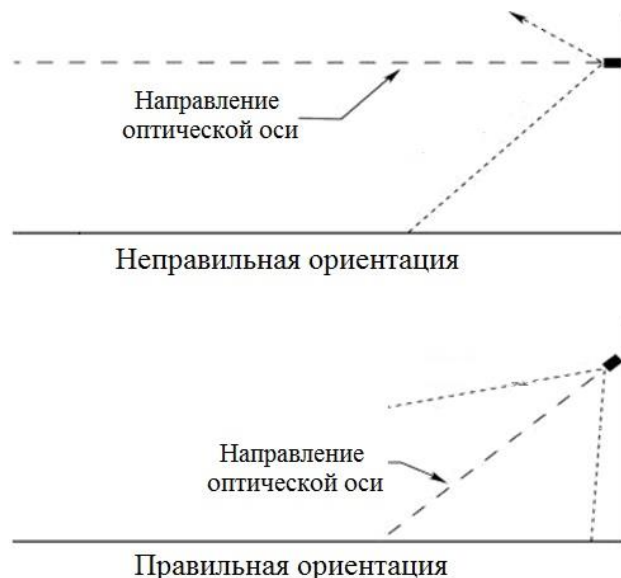

Рисунок 4 – Установка термокожуха по отношению к горизонту
- Термокожух рекомендуется нацеливать на объект по нисходящей под углом к горизонту, по крайней мере, 10 - 20 градусов (см. рис. 4). Такая установка предотвращает скопление влаги на смотровом окне.